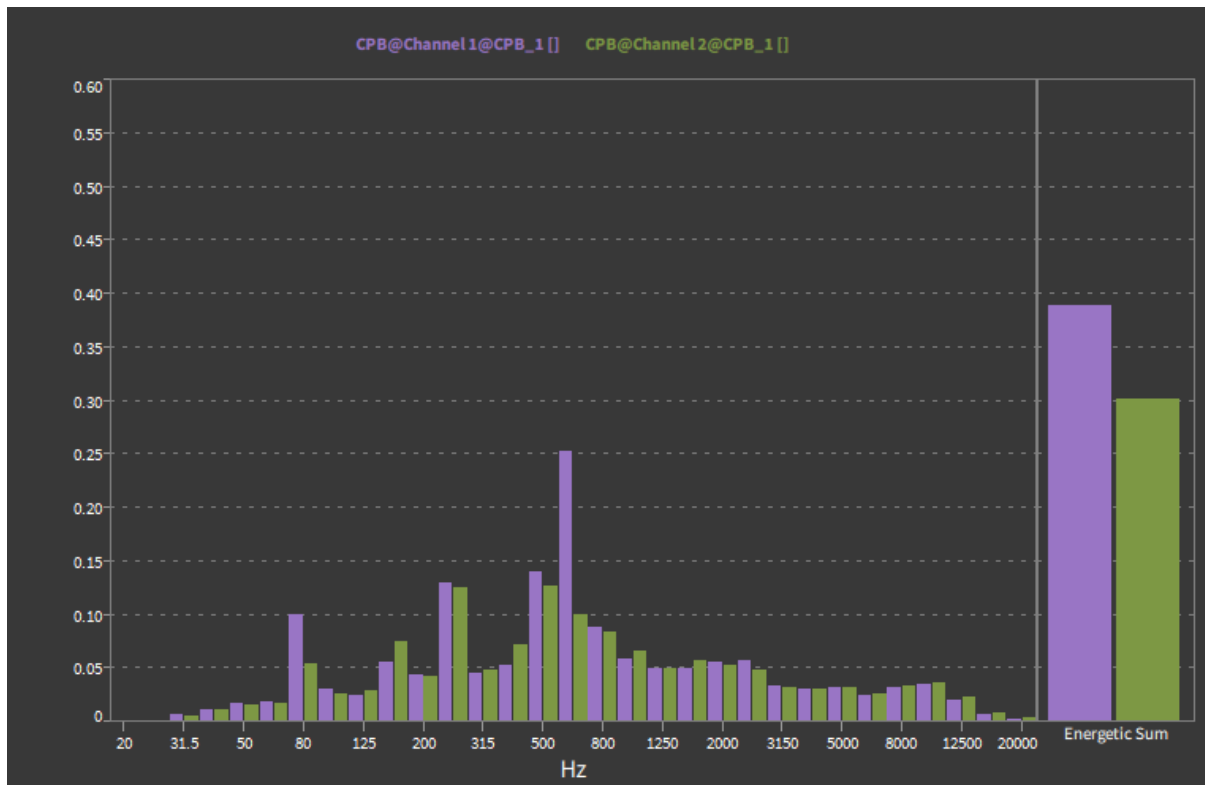

Abb. 8.46: Array Chart mit *Total*-Spalte
- Total Computation: Auf der rechten Seite kann ein Total-Balken (siehe Abb. 8.46) dargestellt werden, der den folgenden Wert darstellt: